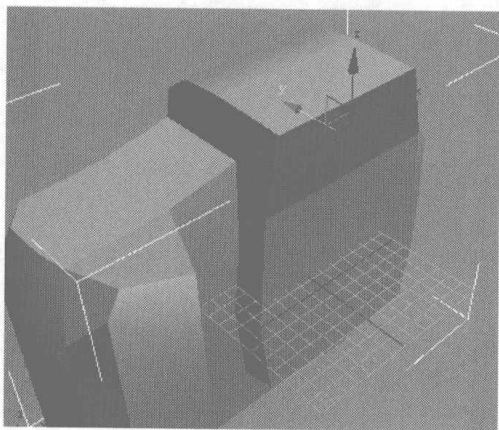
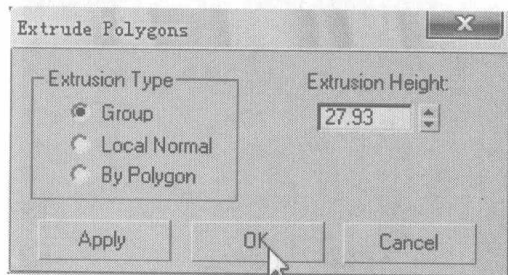
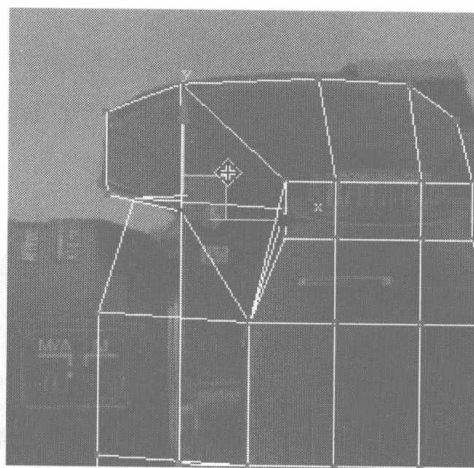

图 6.17
图 6.18
图 6.19
- 10** 选择如图 6.17 所示的面，在 Edit Polygons 卷展栏中单击 **Extrude** 右侧的小按钮，在弹出的对话框中设置挤压参数，如图 6.18 所示，挤压出新的面，并在 Right 视图中再调整各节点，如图 6.19 所示。